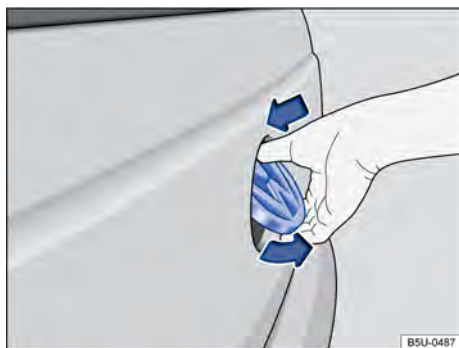

Fig. 48 Abrir a tampa do compartimento de carga.
- Com o polegar, pressionar a parte superior do logotipo Volkswagen → Fig. 48 e inserir os outros dedos na parte inferior, puxando-o para fora. A tampa irá destravar-se, ficando posicionada pela ação da mola a gás. Puxá-la para baixo para abrir.